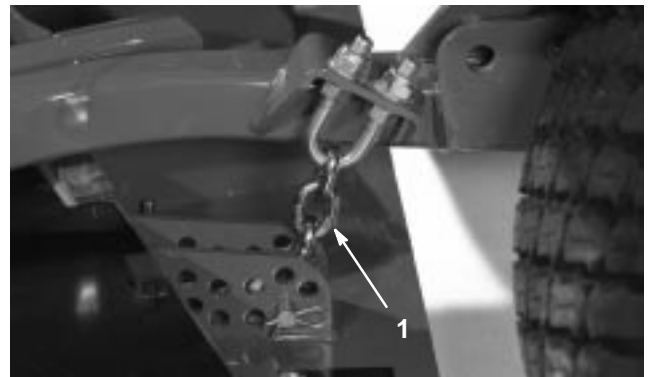

Bild 76
3. Entfernen Sie den Splint und den Lastösenbolzen, mit denen die Schnitthöhenskette an der Rückseite des Mähwerks befestigt ist (Bild 76).